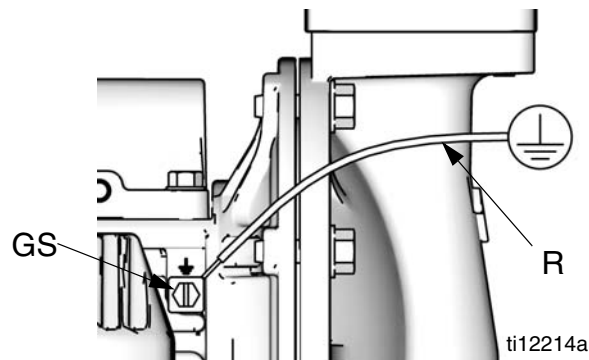

Fig. 1. Tornillo y cable de conexión a tierra
Bomba: Vea la FIG. 1. Afloje el tornillo de conexión a tierra (GS). Inserte el extremo de un cable de conexión a tierra (R) calibre 12 como mínimo detrás del tornillo de conexión a tierra y apriete el tornillo firmemente. Conecte el extremo del cable de conexión a tierra con